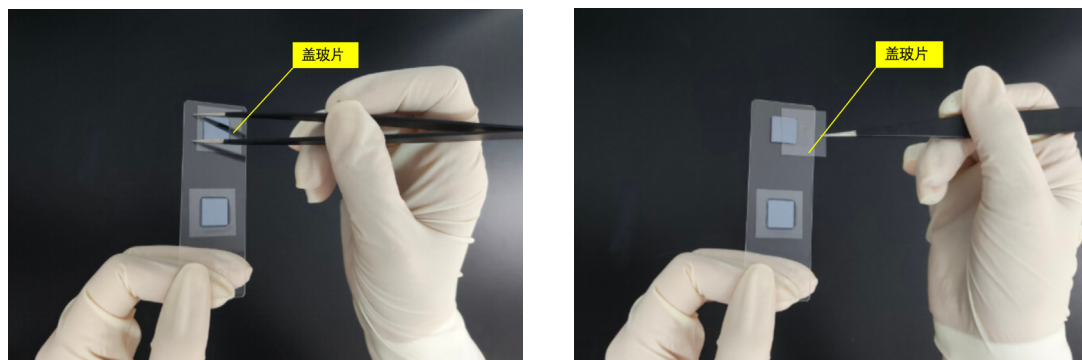

图 3-15 盖玻片移除操作
- 用镊子将盖玻片轻轻推至载玻片边缘，用无尘纸擦拭芯片周围封片剂（图 3-15）；